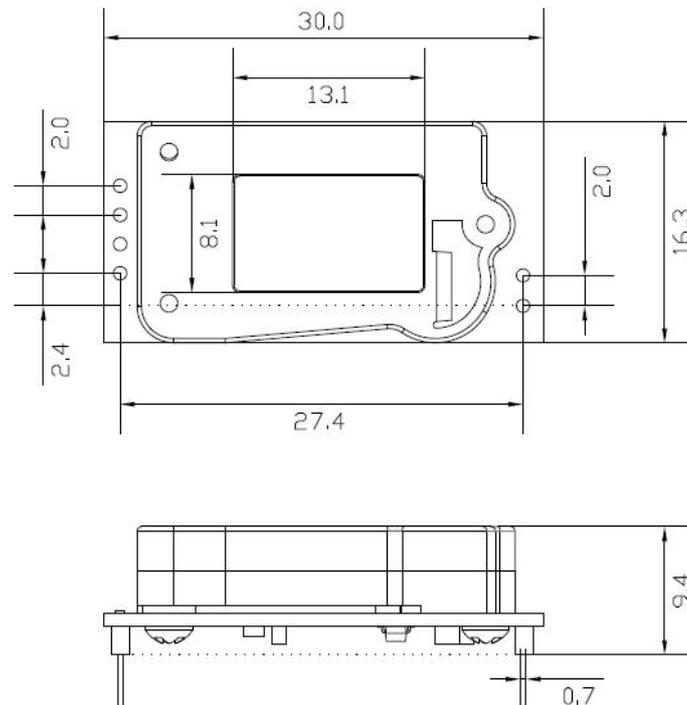

图4.ACD10尺寸图（单位：mm；未标注公差±0.5mm）
- (1) 用户切勿拆解传感器，以防出现不可逆破坏。
- (2) 手动校准时，传感器须在稳定的已知 CO2 浓度的气体环境中连续工作 20 分钟以上。
- (3) 手动校准模式下，建议校准周期不大于 6 个月。
- (4) 设备进风口和出风口开孔尺寸应不小于传感器进风口（如图 4 中 13.1mm×8.1mm 的窗口所示）开孔尺寸。
- (5) 传感器应远离热源，并避免阳光直射或其他热辐射。
- (6) 请勿在粉尘密度大的环境长期使用传感器。
- (7) 禁止对传感器使用波峰焊。使用烙铁焊接时，温度应设置在 350°C 以下，焊接时间须小于 3s。
- (8) 建议客户采用焊接插座的方式安装传感器以便维护。
- (9) 出厂传感器的数据已经过检测且数据一致性良好，请勿以第三方检测仪器或数据作为对比标准。如用户希望测量数据与第三方检测设备一致，可根据实际测量结果进行数据校准。
- (10) 已对传感器 PCB 采取防潮处理，涂胶采用有机硅灌密封胶或者丙烯酸三防漆，厚度不低于 0.15mm，使用过程中请注意保护涂层。